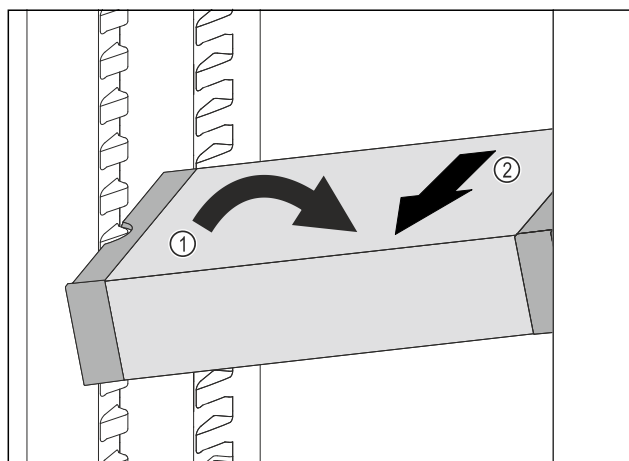

Fig. 122
- ▶ Plasser VarioSafe skrått i kjøleskapet. Fig. 122 (1)
- ▶ Ta ut VarioSafe ved å trekke den forover. Fig. 122 (2)